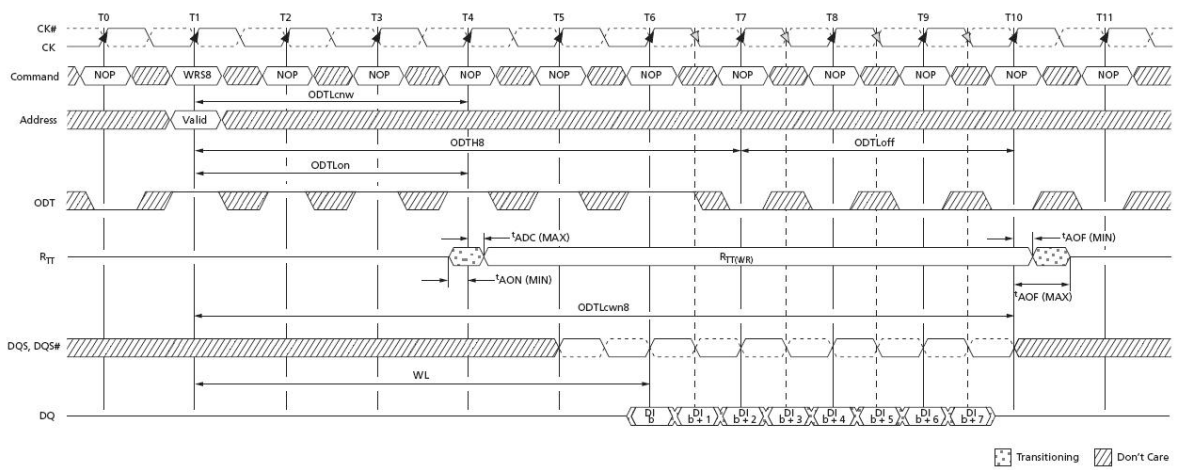

图 41 动态 ODT 时序
| ODT 高时间用写命令和 BL8   | ODTH8                        | 图 41  | 6               | —              | tCK |     |
| RTT, nom 到 RTT (WR) 改变偏移时间                                 | ODTLCNW                      | 图 41  | WL-2tCK         | —              | tCK |     |
| RTT (WR) 到 RTT, nom 改变偏移时间-BL8                             | ODTLCWN8                     | 图 41  | 6tCK+ODTLoff    | —              | tCK |     |
| RTT 动态改变偏斜   | tADC                         | 图 41  | 0.3             | 0.7            | tCK |     |